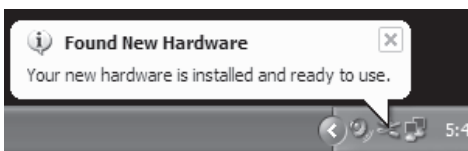

Figure 2
2. Une fois l'installation des Drivers terminée, un message vous indique que le nouveau périphérique est installé et prêt à l'utilisation (Figure 2).